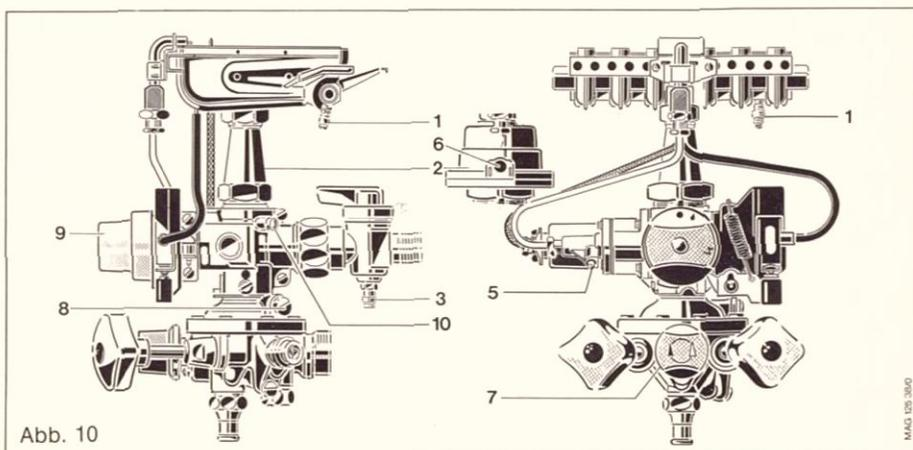

Abb. 10
- b) Zündflamme kontrollieren und ggf. an der Zündgas-Einstellschraube (Abb. 10, Pos. 5) nachstellen. Bei ordnungsgemäßer Einstellung muß die Zündgasregulierung voll geöffnet sein.
- a) Dichtungsschraube des Düsendruckmeßstutzens (Abb. 10, Pos. 1) lösen, aber nicht ganz herausdrehen.
- c) Ggf. Plombendraht und Sicherungsblech vom Gasmengenregler (Abb. 10, Pos. 6) bzw. Plombendraht und Schutzkappe vom Zentralschalter (Abb. 10, Pos. 9) entfernen.
- f) Düsendruck an der Einstellschraube (Abb. 10, Pos. 6) des Reglers bzw. Einstellschraube (Abb. 10, Pos. 10) des Zentralschalters einstellen.